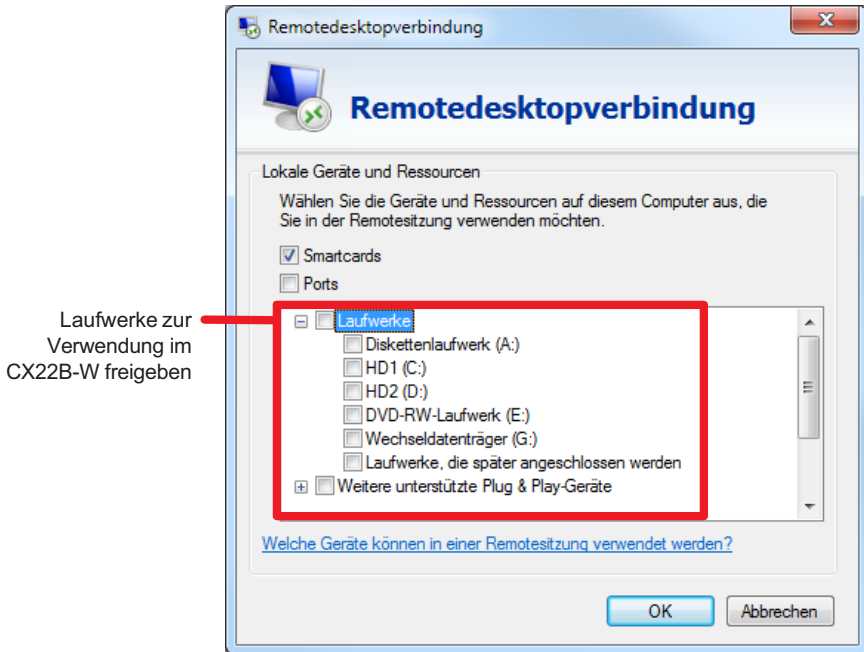

Abb. 6.7 Dialog für die Freigabe weiterer Ressourcen
- ▶ Geben Sie die gewünschten Laufwerke Ihres PCs für die Verwendung im CX22B-W frei (Abb. 6.7).